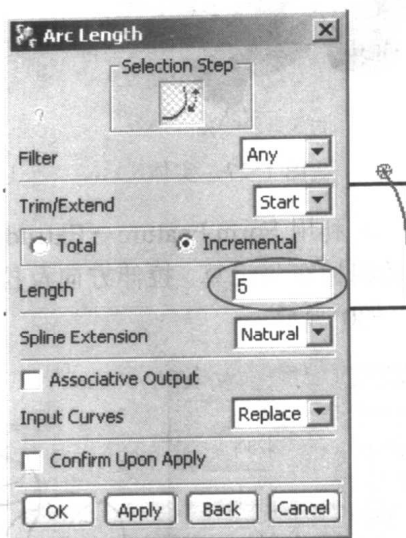

图 1-34 延伸线段
(4) 利用“Ctrl+D”删除其中一段, 然后利用 Edit Curve→Edit Arc Length, 选择圆弧外端, 给 5mm 的增量, 如图 1-34 所示。